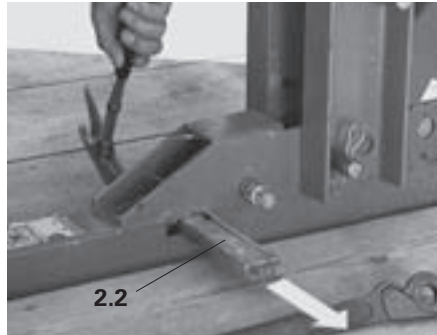

Fig. B3.01
1. Retirar a cunha (2.2) com o martelo. (Fig. B3.01)